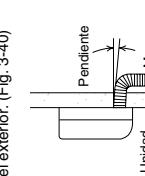

Fig. 3-40
a) La manguera de drenaje debería estar inclinada hacia abajo y hacia el exterior. (Fig. 3-40)